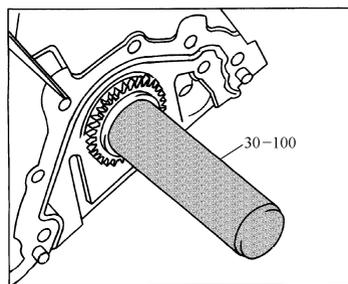

图 2-63 用 30-100 套筒将链轮压入曲轴至台肩处
2) 用钳子将链轮放到曲轴轴端，用 30-100 套筒将其压入曲轴至台肩处（图 2-63）。